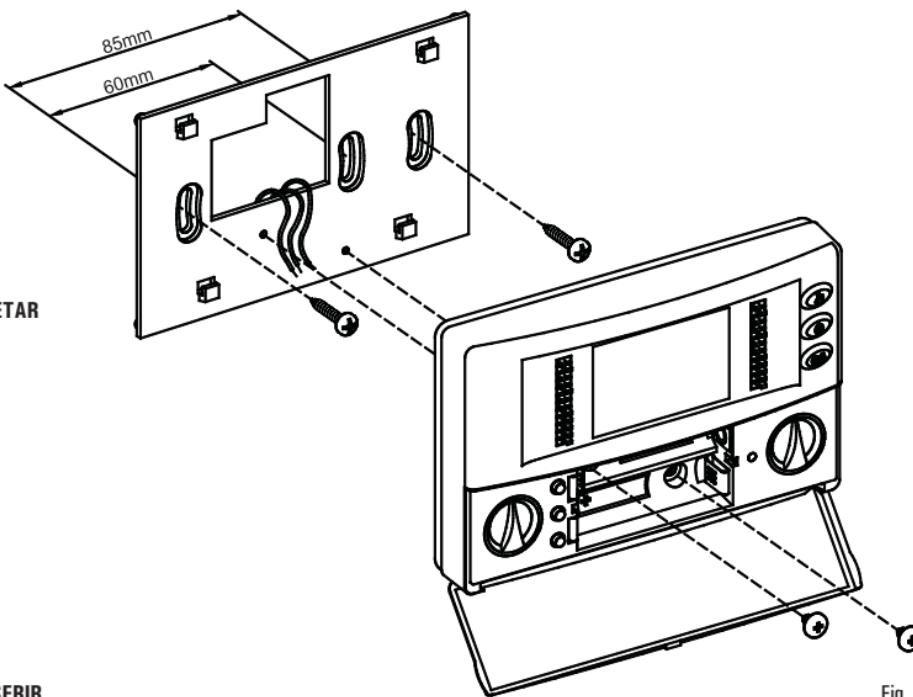

Fig. 2
2. Fixe a chapa directamente na parede ou nas caixas de derivação de 3 módulos mediante as duas sedes para parafusos com entre-eixo de 60 mm ou 85 mm (Fig. 2) prestando atenção para fazer passar os cabos na fenda como indicado na Fig. 2.
4. Aproxime o cronotermóstato à chapa de parede fazendo primeiramente coincidir os dentes da base com os furos apropriados da chapa e sucessivamente exerça no dispositivo uma pressão para baixo até fazer saltar os dentes plásticos da placa; depois, fixar o corpo do cronotermostato à placa de montagem de parede utilizando os dois parafusos fornecidos junto a bateria (Fig. 2).